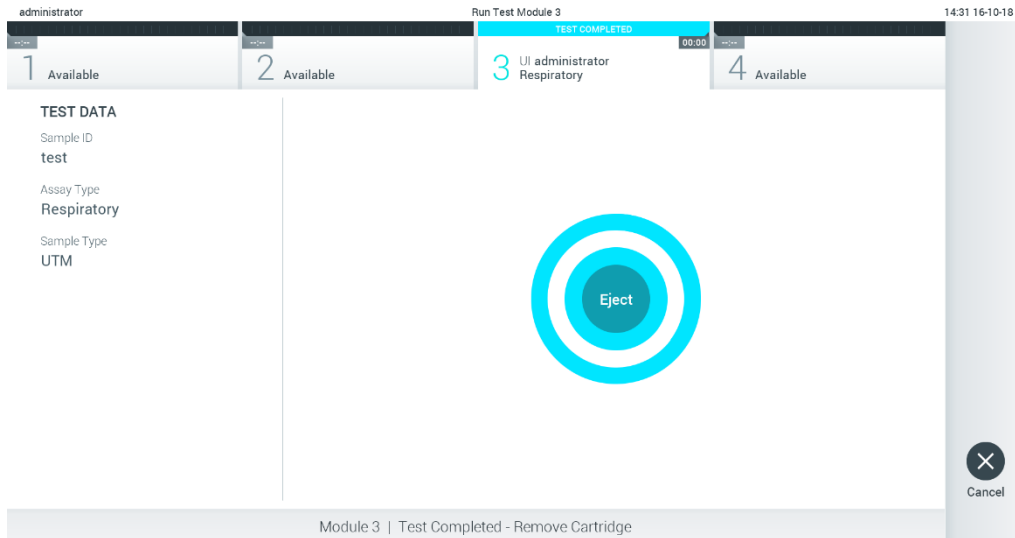

Figura 29. Schermata Eject (Espelli).
10. Al termine del test, verrà visualizzata la schermata Eject (Espelli) (Figura 29, pagina successiva). Premere  Eject (Espelli) sul touchscreen per rimuovere la cartuccia d'esame QIAstat-Dx e smaltirla come rifiuto a rischio biologico in conformità alle normative e alle leggi nazionali, regionali e locali in materia di salute e sicurezza.